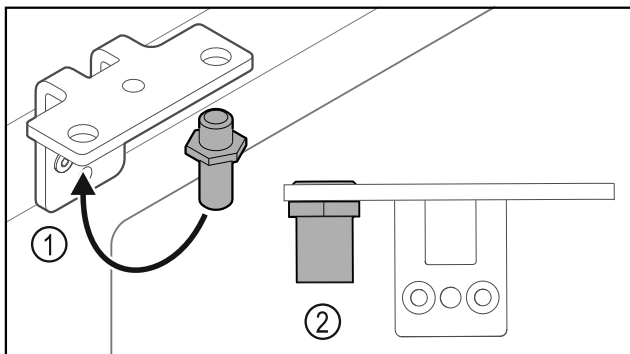

Fig. 13
- ▶ Переставьте палец Fig. 13 (1) в шарнирном уголке.
- ▶ Затяните палец Fig. 13 (2) с **моментом 12 Нм**.